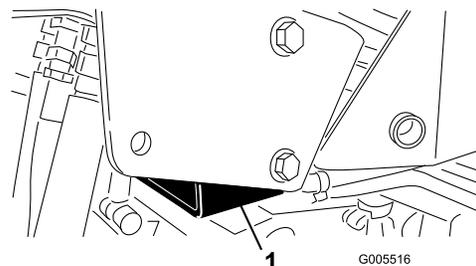

図 26
- 右側ジャッキパッド部分と、ROPS横転保護バーのサポートブラケットの近く 図 26